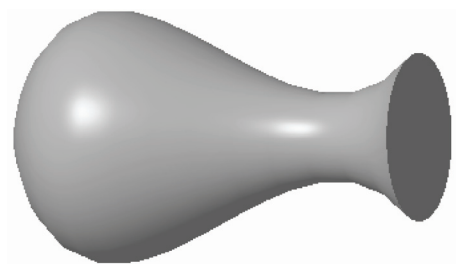

图 6-66 创建平行混合特征
STEP 10 单击“完成”按钮, 即可创建平行混合特征, 效果如图 6-66 所示。